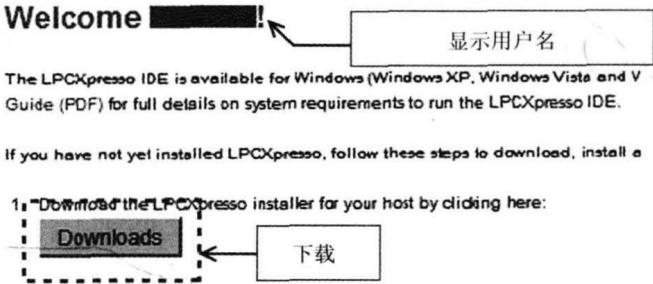

图 1.5 下载页面
(6) 登录后, 点击页面中央“1. Download the LPCXpresso installer for your host by clicking here”下的“Downloads”按钮(图 1.5)。